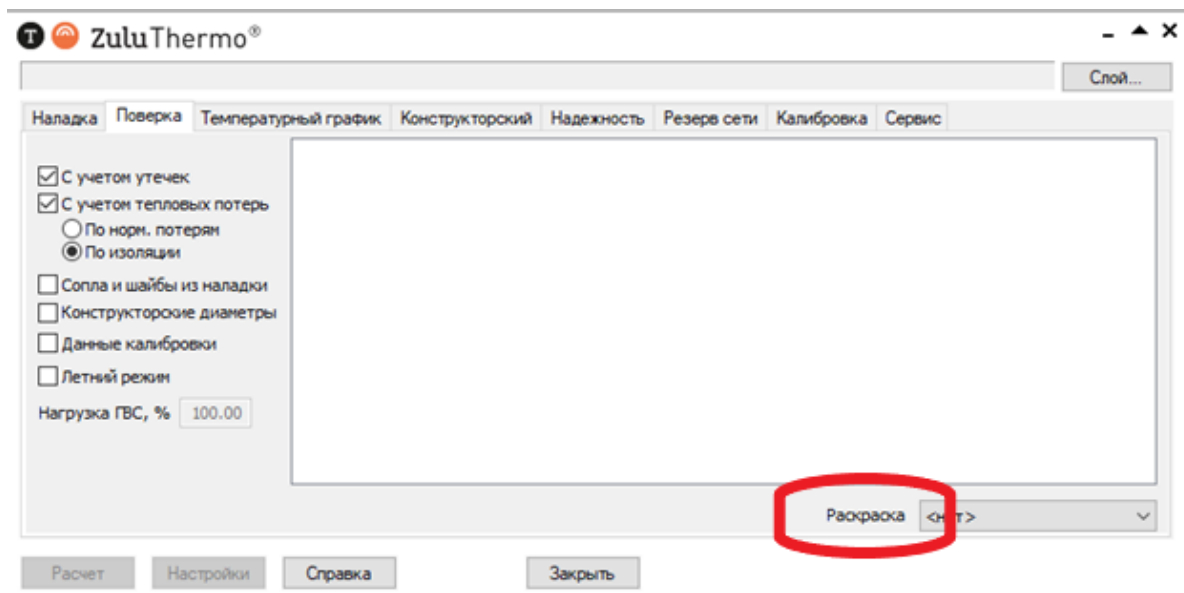

Рисунок 8
11. После этого во вкладке «Поверка» можно оценить по раскраске располагаемый напор, скорость, удельные потери и т.д. Рисунок 8.